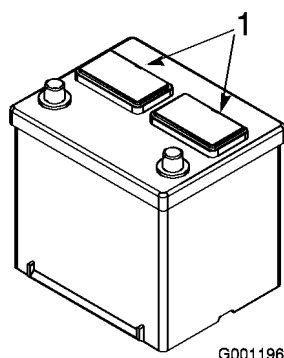

Figure 8
2. Nettoyez le dessus de la batterie puis retirez les bouchons d'aération (Figure 8).